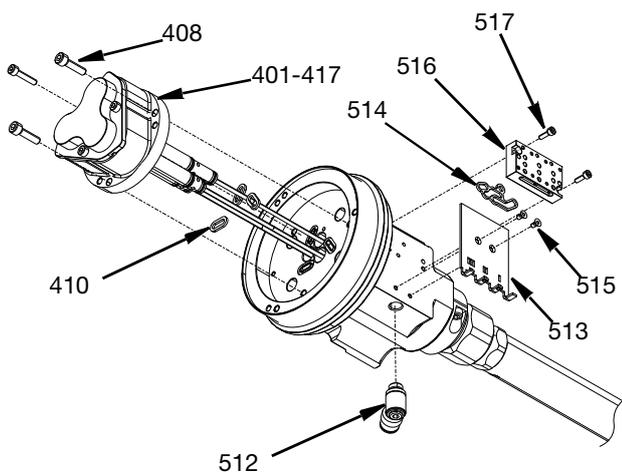

Рис. 15
2. Герметизирующие прокладки (410) необходимо утилизировать.
3. Снимите коллектор пневмолинии (516), удалив винтовые крепления M3 SHCS (517) с помощью шестигранного ключа. Воздушные прокладки (514) необходимо утилизировать.
4. Снимите внутреннюю крышку (513), удалив винты M3 со шлицевой головкой (515) с помощью шестигранного ключа.
5. Удалите поворотный коленчатый фитинг BSPP 1/8 дюйма (512) с помощью шестигранного ключа. См. Рис. 15.